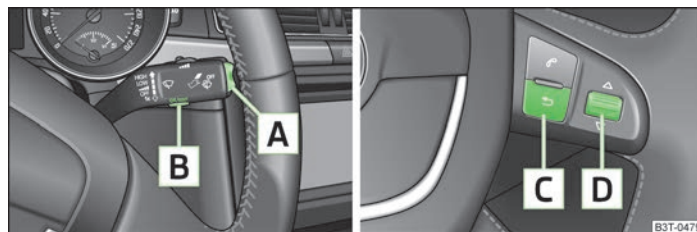

Fig. 6 Indicador multifunción: Elementos de mando en la palanca del limpiaparabrisas/elementos de mando en el volante multifunción
La conmutación de la memoria se efectúa mediante la tecla **[B]** » fig. 6 de la página 13 en la palanca del limpiaparabrisas o mediante la rueda de ajuste **[D]** en el volante multifunción.
La tecla basculante **[A]** » fig. 6 y la tecla **[B]** se encuentran en la palanca del limpiaparabrisas. La conmutación y puesta a cero se efectúa desde el volante multifunción mediante la rueda de ajuste **[D]**.
» Pulsar ligeramente la tecla **[B]** » fig. 6 o **[D]**.
» Pulsar brevemente la tecla basculante **[A]** » fig. 6 arriba y abajo. De ese modo se activan, una tras otra, las funciones individuales del indicador multifunción.
» Pulsar la tecla **[C]** » fig. 6 para activar el menú del indicador multifunción.
» Pulsar la tecla **[B]** » fig. 6 o **[D]** más tiempo.
Si la temperatura exterior disminuye por debajo de +4 °C, aparecerá delante de la indicación de la temperatura un símbolo de copo de nieve (advertencia de formación de placas de hielo) y sonará una señal acústica. Después de pulsar la tecla basculante **A** » fig. 6 de la página 13 en la palanca de limpiacristales o la tecla **C** en el volante multifunción se reproducirá la función que se ha visto como última.
En la pantalla aparece el tiempo de marcha desde la última vez que se borró la memoria. Cuando se desee medir el tiempo de marcha desde un momento determinado, se deberá poner en ese momento preciso la memoria a cero, pulsando para ello la tecla **B** » fig. 6 de la página 13 de la palanca del limpiaparabrisas o la rueda de ajuste **D** del volante multifunción.
Cuando se desee medir el consumo medio a partir de un período determinado, se deberá poner la memoria a cero al principio de la medición accionando la tecla **B** » fig. 6 de la página 13 en la palanca del limpiaparabrisas o la rueda de ajuste **D** en el volante multifunción. Tras borrarla, en la pantalla no se muestra ningún valor durante los primeros aprox. 300 metros de recorrido.
En el display aparece el trayecto recorrido desde la última vez que se borró la memoria » página 12. Cuando se desee medir el kilometraje recorrido desde un momento determinado, se deberá poner en ese momento preciso la memoria a cero, pulsando para ello la tecla **B** » fig. 6 de la página 13 de la palanca del limpiaparabrisas o la rueda de ajuste **D** del volante multifunción.
La pantalla indica la velocidad media en km/h desde la última vez que se borró la memoria » página 12. Si se desea medir la velocidad media durante un período determinado, se deberá poner la memoria a cero al principio de la medición accionando la tecla **B** » fig. 6 de la página 13 en la palanca del limpiaparabrisas o la rueda de ajuste **D** en el volante multifunción.
- Seleccionar con la tecla [A] » fig. 6 de la página 13 en la palanca del limpiaparabrisas o con la rueda de ajuste [D] en el volante multifunción el punto de menú **Advertencia en caso de sobrepasar la velocidad**.